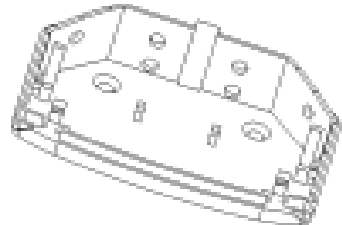

Рисунок 6
7.3 В зависимости от выбранного места установки извещателя определите с помощью каких граней основания будет осуществляться крепление и просверлите или выдавите отверткой отверстия для крепления и ввода проводов (рисунок 6).